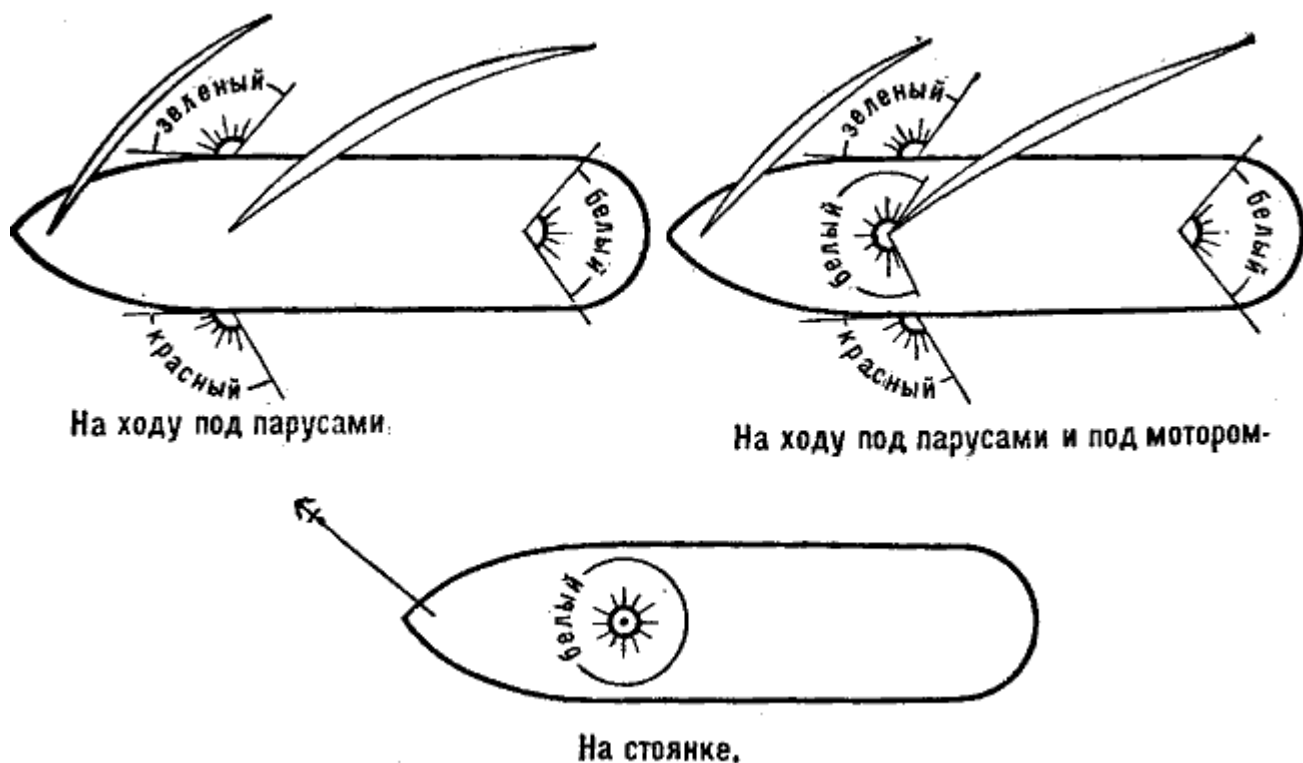

Рис. 145. Огни парусной моторной яхты в морском и речном плавании
7. Парусно-моторные и парусные суда, идущие только под парусами, должны нести красный и зеленый отличительные огни и гаковый белый огонь. Парусно-моторное судно, идущее под парусами и с помощью мотора, обязано нести огни, установленные для судов с механическим двигателем (§ 37, рис. 145).